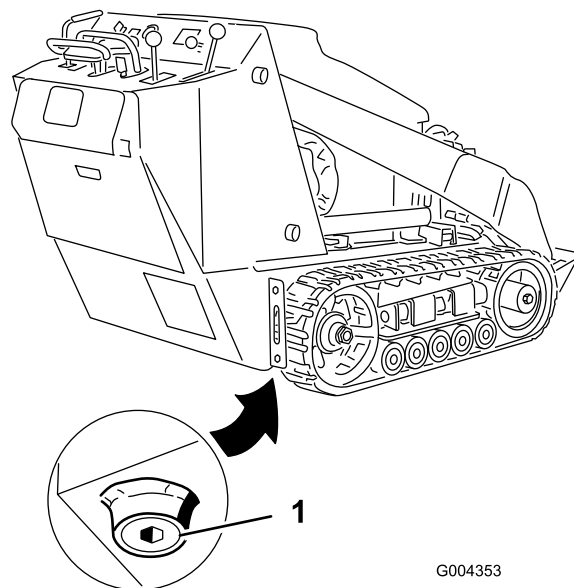

Bild 33
4. Nehmen Sie die Ablassschraube ab (Bild 33).